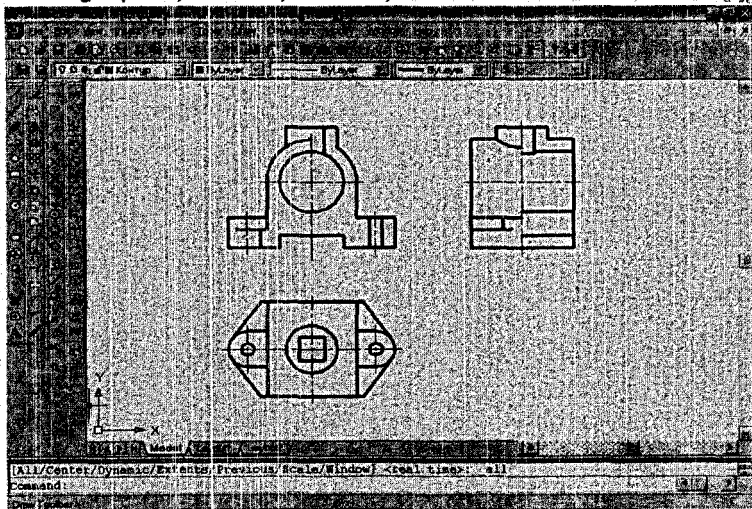

Рис. 4 Построение ПКЧ в слое «Контур»
4. Перейти в слой «Контур». Выполнить построение контура детали по условию задания. При необходимости включать или отключать режимы привязки к узлам сетки, объектной привязки и слежения, а также применять команды, позволяющие преобразовывать элементы чертежа (рис. 4).